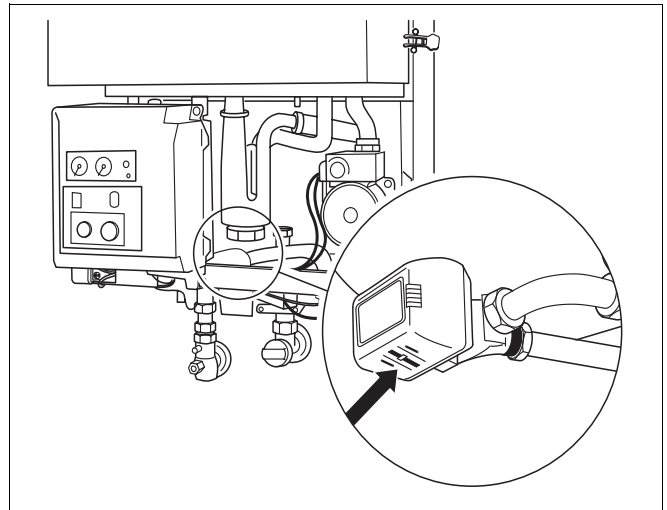

Abb. 17 Dreiwegeventil
- Bei Heizkessel mit externem Speicher, Dreiwegeventil (Abb. 17) in Mittelstellung bringen. Dazu Hebel am Dreiwegeventil mit Schraubenzieher o. ä. nach rechts schieben und einrasten.